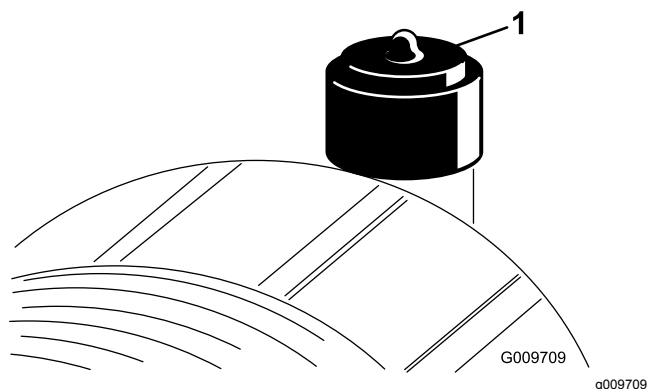

Рисунок 73
Фильтр воздухоочистителя следует обслуживать только при соответствующих показаниях индикатора необходимости технического обслуживания (Рисунок 73). Замена воздушного фильтра без необходимости ведет лишь к повышению вероятности попадания грязи в двигатель при извлечении фильтра.
2. Сбросьте показание индикатора (Рисунок 73) при наличии сигнала красного цвета.